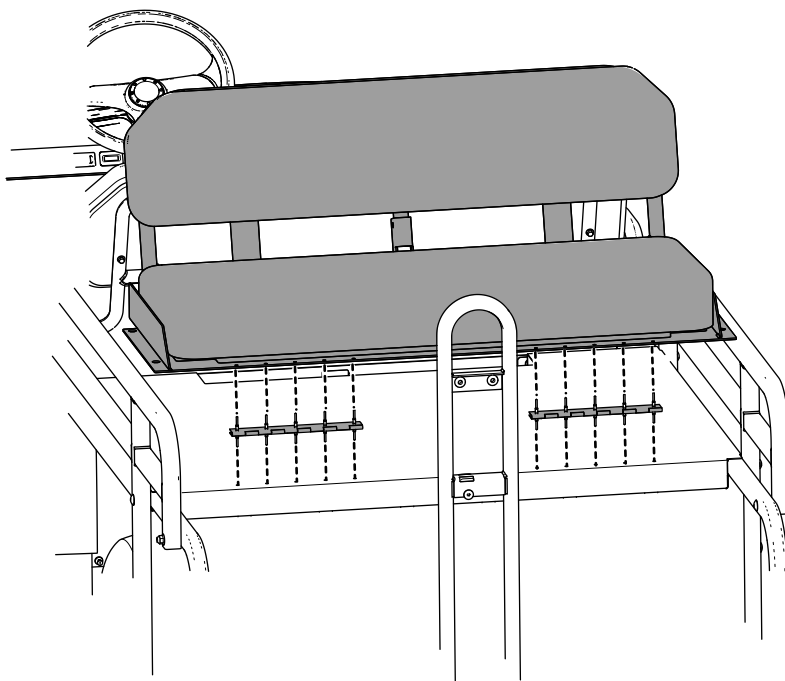

Figur 10
9. Monter 4 gummikranse på sædesoklens kanter som vist i Figur 10.